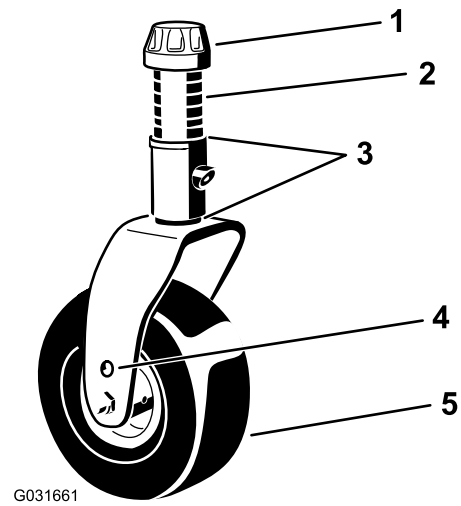

Figura 23
4. Utilizzando la chiave del cappuccio delle ruote orientabili, allentate il cappuccio di tensione e toglietelo dall'asse del perno della ruota orientabile ed estraete il perno dal braccio della ruota orientabile (Figura 23).